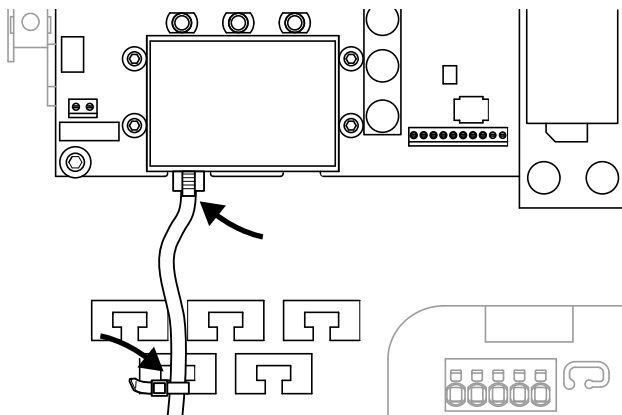

Fig. 42: Fijar el cable en el soporte de cable
1. Fijar todos los cables con una brida para cables al soporte de cable conforme a la normativa.  **Fig. 42**